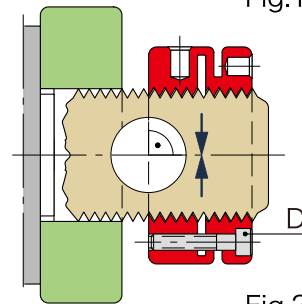

Fig.2
2.MSRナットとスピンドルねじとのアソビを除去するため、調節ねじDを対角的に徐々に締め付け調整します。(Fig.2)通常、この締め付けトルク値は1Nm以下です。アソビが除去された段階でMSRナットとスピンドルねじの中心線は一致します。この作業はMSRナットの端面精度出しには不可欠です。